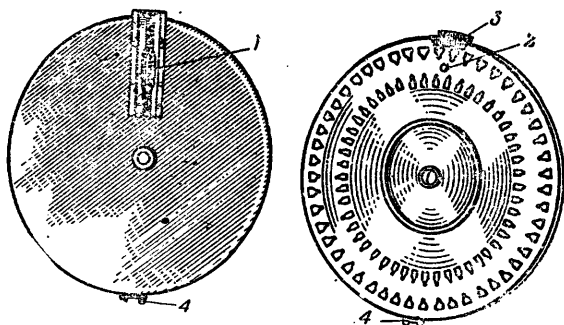

Рис. 23. Магазин:
18. **Магазин** (рис. 23) служит для помещения 47 патронов (магазины прежних годов изготовления рассчи-